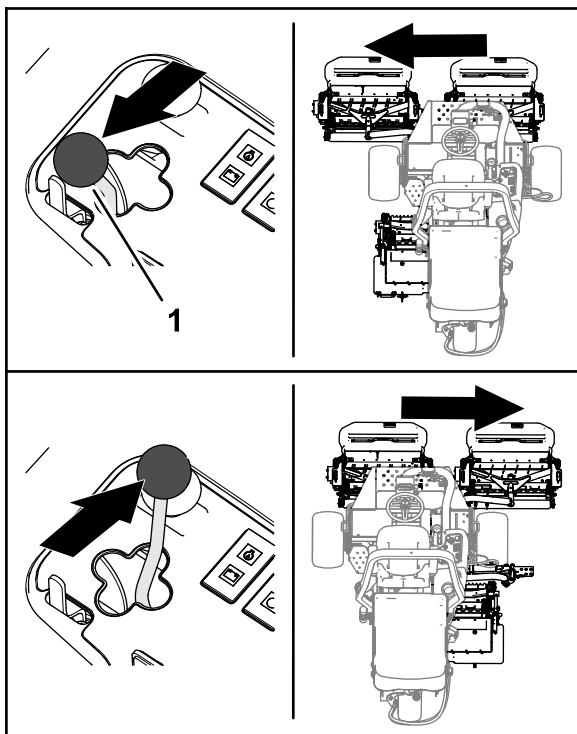

Figura 47
2. Spostate la leva di spostamento dell'apparato di taglio verso sinistra o verso destra per spostare gli apparati di taglio a sinistra o a destra (Figura 47).